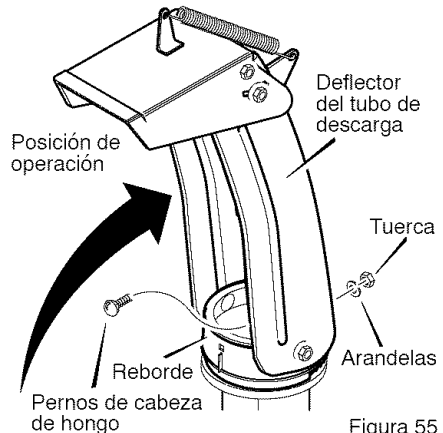

Figura 55
1. Quite el **perno cabeza de hongo**. Vea la Figura 55.